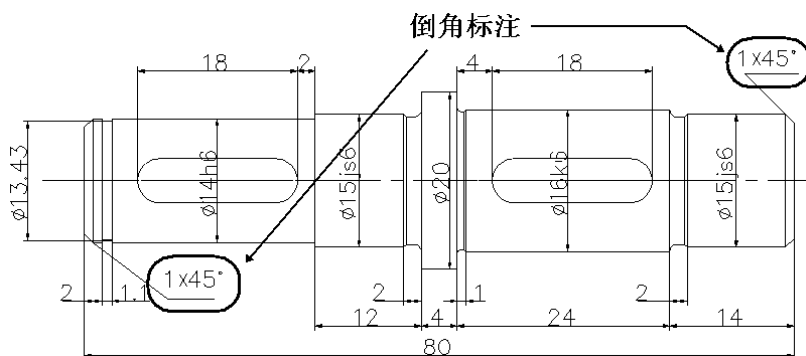

图 10
2) 倒角标注: 对前面所绘制的轴端两倒角边进行倒角标注, 按步骤操作, 结果如图 10